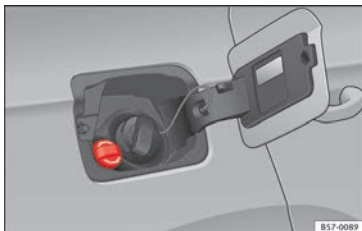

Fig. 236 Tappo di rabbocco del serbatoio di AdBlue.
- Aprire lo sportellino del serbatoio » **fig. 236.**
- Svitare il flacone in senso antiorario ed estrarlo verso l'alto con cautela » **❶.**
- Ruotare verso sinistra il tappo del bocchettone di riempimento dell'SCR » **fig. 236.**